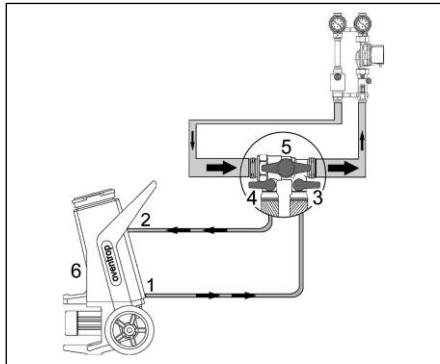

Abb. 6.10 Befüllen über Befüll- und Spülarmatur
- Schließen Sie die Befüll- und Spülarmatur einerseits an der Solarstation und andererseits an der Befüllstation an (Abb. 6.10). Dabei unbedingt die Durchflussrichtung der Förderpumpe beachten!